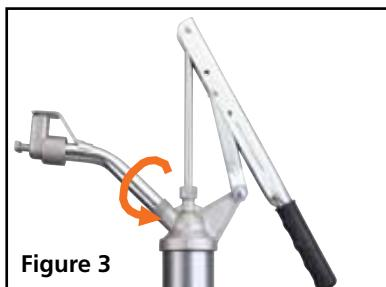

Figure 3
- Vissez le bec de distribution dans le sens horaire (Fig. 3) sur la tête de pompe. Serrez fermement pour éliminer les risques de fuite.